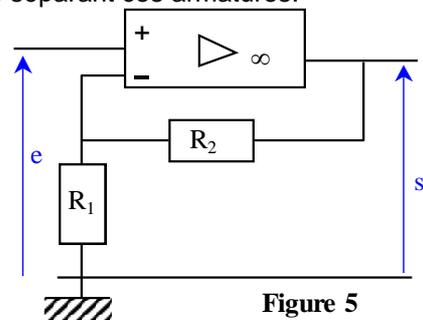

Figure 5
III.B.1) On considère le quadripôle figure 5.
a) On couple le filtre de Wien avec le montage amplificateur du III.B.1 figure 5. On ne tient aucun compte de la réponse fréquentielle de l'amplificateur et on suppose le régime linéaire toujours établi. À partir des expressions F et G, montrer qu'il peut théoriquement exister un signal sinusoïdal sans générateur basse fréquence pour une valeur $r = R_2/R_1$ et une fréquence particulière f à déterminer.